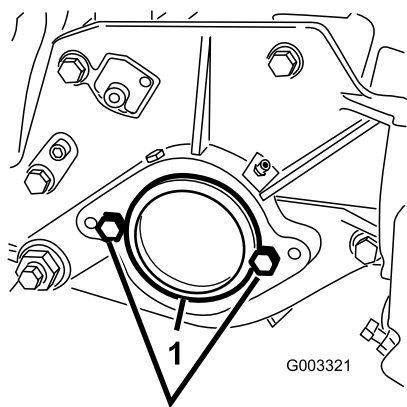

Figura 7
2. Sul lato destro dell'apparato di taglio, togliete il tappo in plastica dall'alloggiamento del cuscinetto (Figura 7).
3. Togliete i 2 bulloni dalla piastra laterale destra (Figura 7).
2. Bulloni (2)
5. Montate, senza stringere eccessivamente, i 2 bulloni di montaggio del motore del cilindro sulla piastra sinistra dell'apparato di taglio (Figura 7).